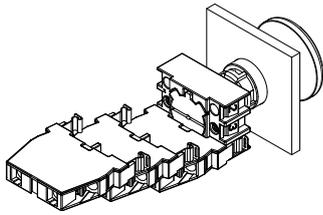
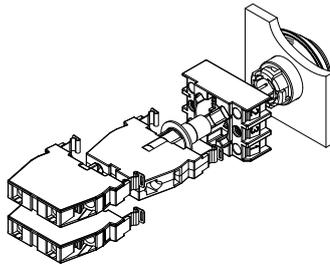

Fig. 2
Fig. 3
2. A montagem dos elementos de contacto do sistema de contactos EF é realizada através dos encaixes nas posições 1 a 3 no flange de montagem (ver a fig. 2). A posição central (pos. 3) está prevista para a montagem de lâmpadas em dispositivos com iluminação (ver a fig. 3).